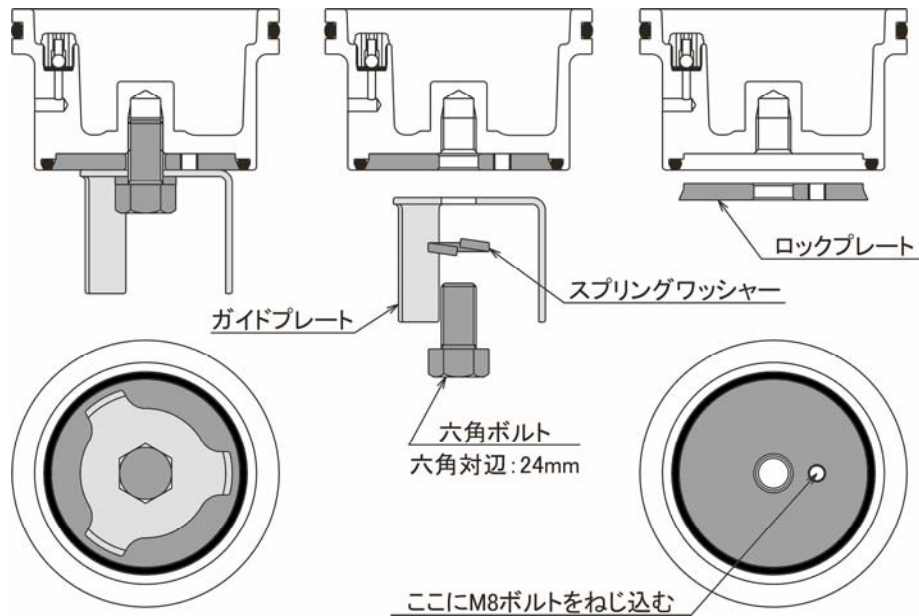
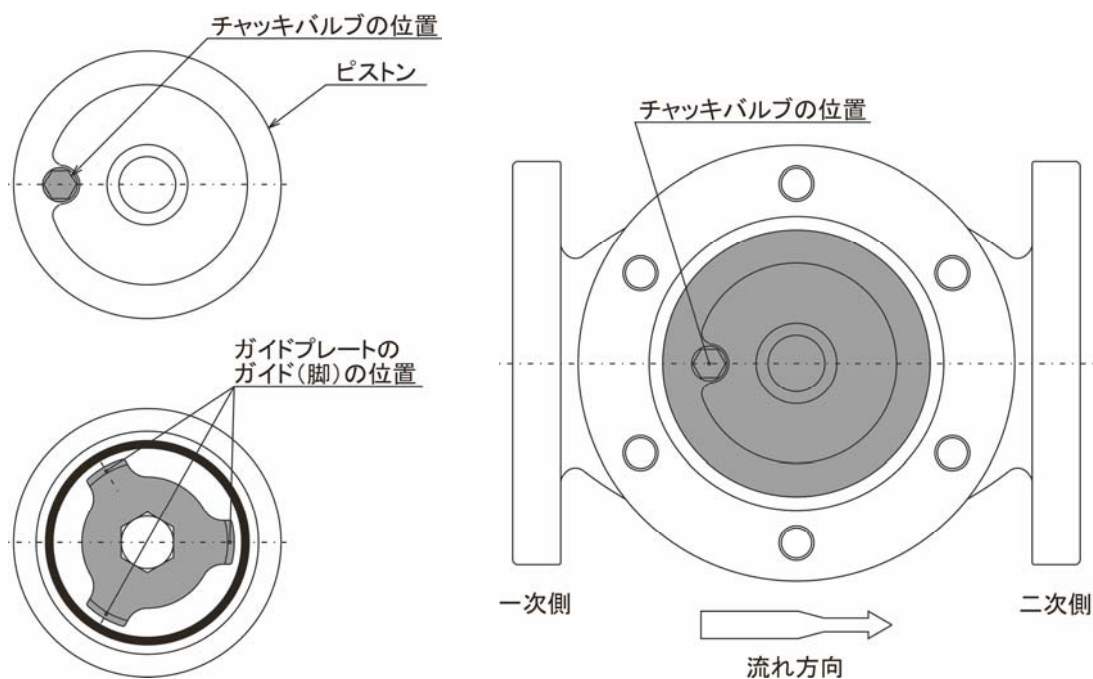

図11
図13
- ・ガイドプレートは、下図11のように、ガイド(脚)がチャッキバルブ側に位置しないよう組立ててください。(ガイドの位置を12ページの図13のようにするため)
- ・ピストンをライナー内に挿入してください。ピストンはチャッキバルブのある位置(及びガイドプレートのガイドの位置)が、下図13のようになるよう組み込んでください。